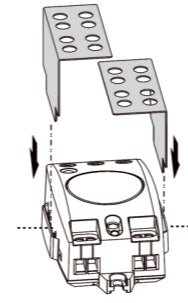

Figure 3
4.2.1 Fixation de l'écran : Insérez l'écran métallique dans la fente du boîtier (voir figure 3)